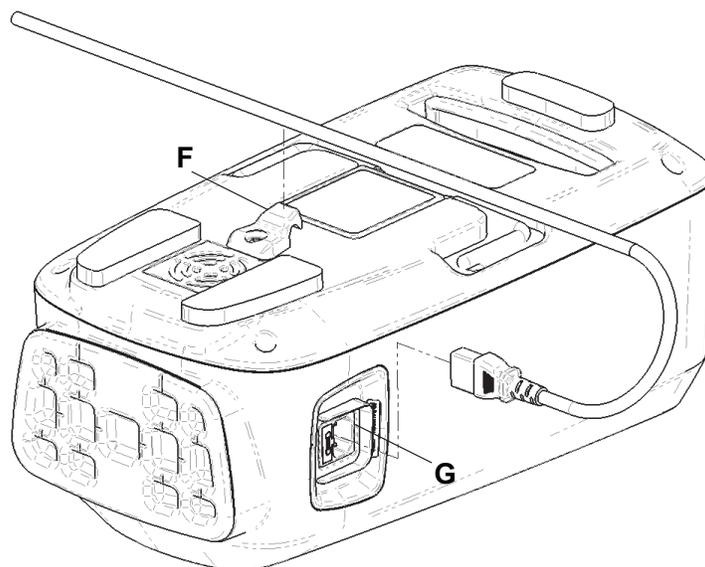

Figure 10 – Insérer le cordon d'alimentation
5. Retirer et conserver la porte d'accès au filtre à air (D).
6. Retirer et jeter le filtre à air (E).
7. Installer le filtre à air fourni (E).
9. Insérer le cordon d'alimentation sous la poignée flexible de rétention du cordon d'alimentation (F) (Figure 10).
10. Rebrancher le cordon d'alimentation dans la pompe (G) (Figure 10).